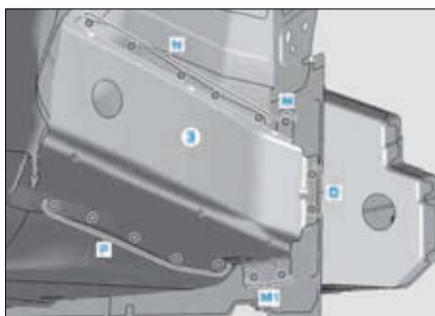

FIG. 26
- Dépointer les points de soudure sur la traverse (3) dans les zones (M, M1, N, O et P) (Fig.26).